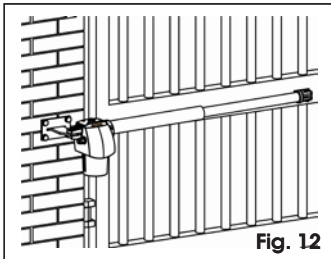

Fig. 12
- ⚠** L'operatore G-BAT ENV è disponibile in versione destra e sinistra. L'operatore deve essere sempre posizionato come indicato in Fig. 12. Per operatore destro si intende l'operatore che, guardando il cancello dal lato su cui viene installato l'operatore, si trova a destra dell'anta (o sull'anta di destra nel caso d'applicazioni a due motori). Di conseguenza il motore che si trova a sinistra (o sull'anta di sinistra) viene identificato come operatore sinistro.